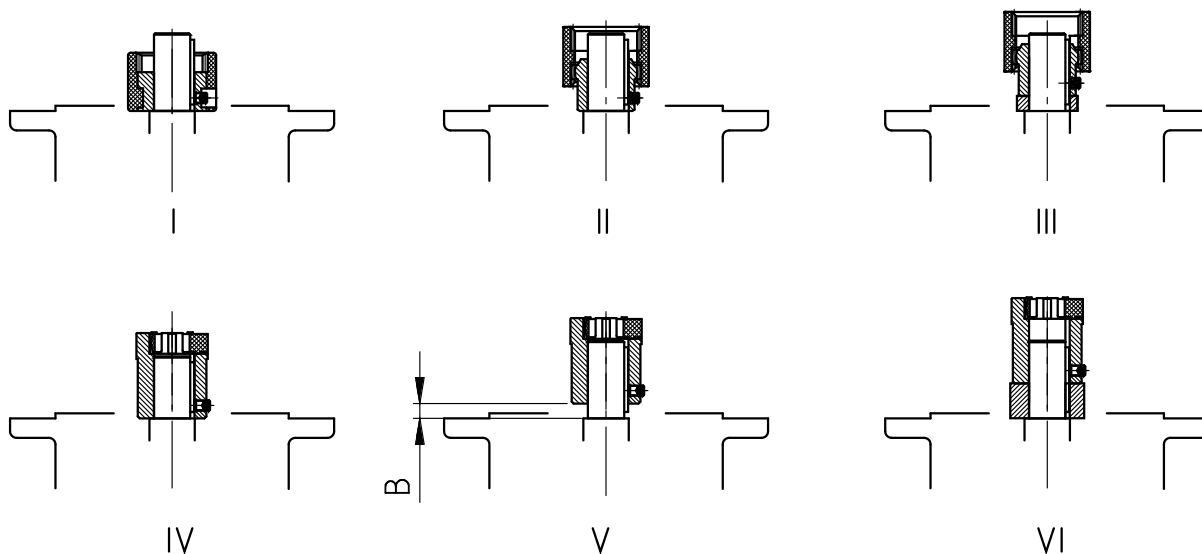

Figura 15: Montarea cuplajului pe arborele motorului la diferite variante constructive ale cuplajului
3. Așezați jumătatea de cuplare în așa fel pe arborele motorului, încât pana de siguranță a motorului să angreneze cu canelura jumătății de cuplare. Strângeți jumătatea de cuplare conform indicațiilor producătorului motorului. La transmisiile standard cu dinți axiali observați cota B dintre jumătatea de cuplare și guler (vezi "Figura 15"). La anumite **adaptoare NEMA** setați poziția cuplajului conform indicației de pe eticheta adezivă aplicată.
4. Montați pana de siguranță livrată (a se vedea "Figura 15: Montarea cuplajului pe arborele motorului la diferite variante constructive ale cuplajului").
8. Montați motorul pe adaptor. Montați astfel și coroana dințată alăturată resp. manșonul dințat alăturat (a se vedea Figura 15: Montarea cuplajului pe arborele motorului la diferite variante constructive ale cuplajului). La adaptorul AN360TC și AN400TC se fixează flanșa adaptorului pe motor, iar apoi de înșurubează motorul pe adaptor.